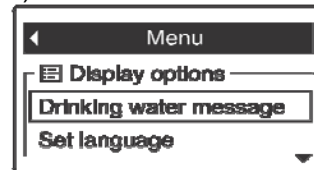

РИС. 106
2. Нажать кнопку ВЫБОР (O) на пульте дистанционного управления для отображения меню статуса питьевой воды (См. Рисунок 106).
3. При необходимости, нажать кнопку ВНИЗ (▼) и прокрутить опции меню до подсветки надписи в рамке **Сообщение о питьевой воде** (См. Рисунок 106).